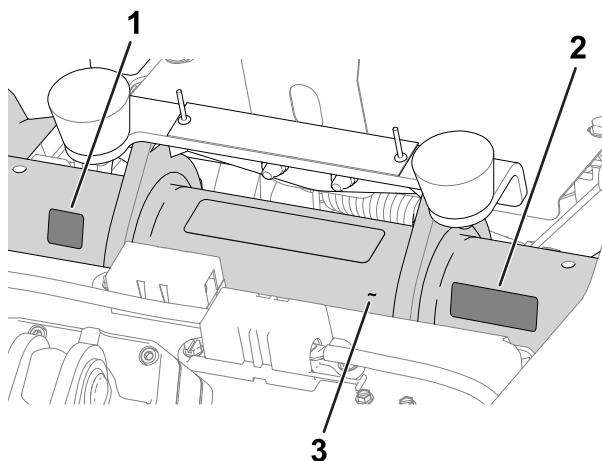

図 11
- 製造年デカル および CE/UKCA マークデカル 運転席下のフレームチューブシリアル番号プレートの下に貼りつける 図 11 を参照。